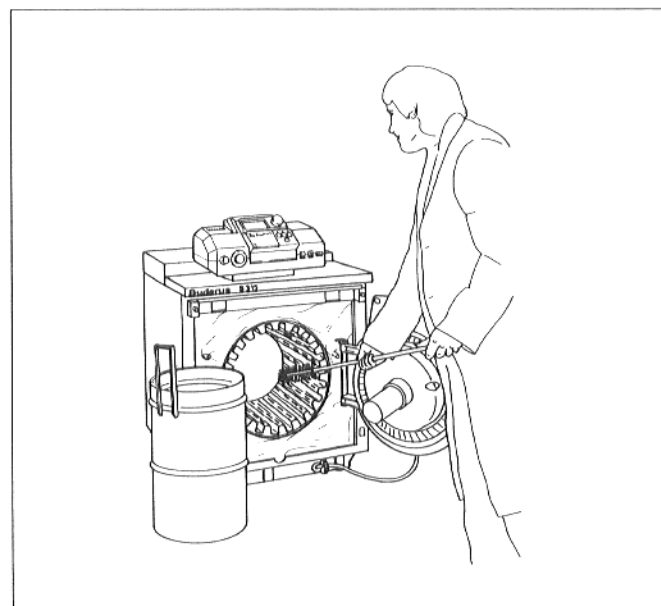

Fig. 26
- Spazzolare le superfici scaldanti con le spazzole di pulizia in senso orizzontale, togliere i residui di combustione (Fig. 26).